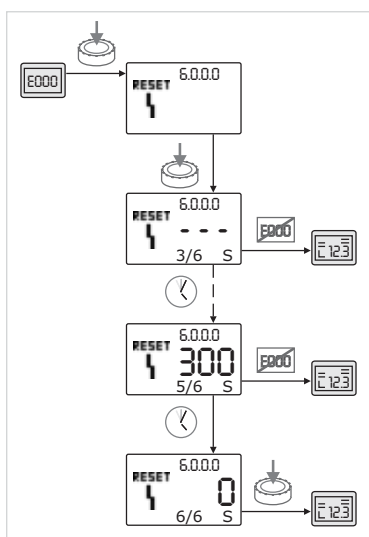

Рис. 53: Квитирование ошибки типа C
- При возникновении ошибок типа С выполнять квити́рование следующим образом (рис. 53):